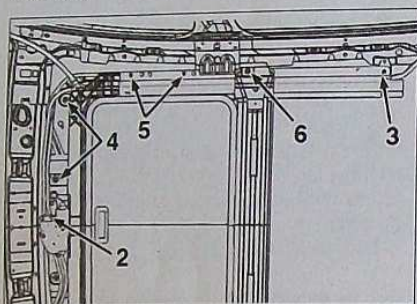

FIG. 54
Débrancher le connecteur (2) (Fig.54).